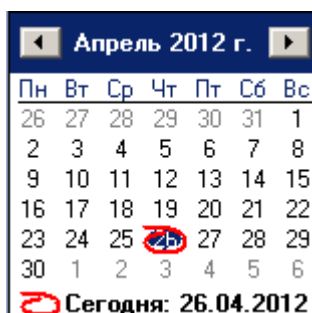

Рис. 3.3—18 Календарь
5. В группе **Дни недели** отметить флажками дни, по которым должен срабатывать таймер (см. Рис. 3.3—17, 4).